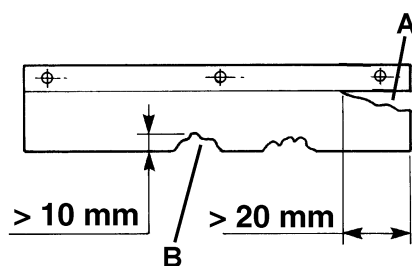

Рисунок 13
3. Проверьте целостность боковых юбок (13 и 14). Замените юбки, если в них есть порезы (А, Рис. 13) длиннее 20 мм или трещины/разрывы (В) длиннее 10 мм (о замене юбки см. Руководство по обслуживанию).
15. Замените юбки, если в них есть порезы (А, Рис. 13) длиннее 20 мм или трещины/разрывы (В) длиннее 10 мм (о замене юбки см. Руководство по обслуживанию).